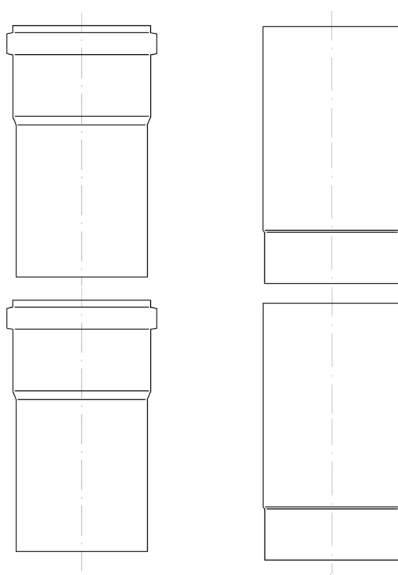

Fig.1
Il sistema EUROALU AB è realizzato con giunto a bicchiere di tipo maschio/femmina su nervature autocentranti ed antischiacciamento come schematizzato in (Fig. 1). Il posizionamento della guarnizione siliconica nell'apposito alloggiamento situato all'interno del bicchiere femmina, garantisce la tenuta.
- Installare gli elementi seguendo il senso dei fumi indicato sull'elemento con un'apposita freccia, ovvero con il bicchiere interno femmina rivolto verso l'alto (Fig. 1)